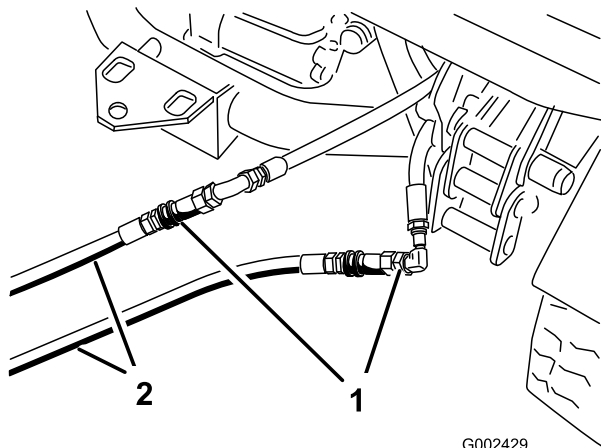

Figura 76
3. Sul veicolo in panne collegate i due tubi d'intervento ai tubi scollegati in precedenza (Figura 76). Applicate un tappo sui raccordi inutilizzati.